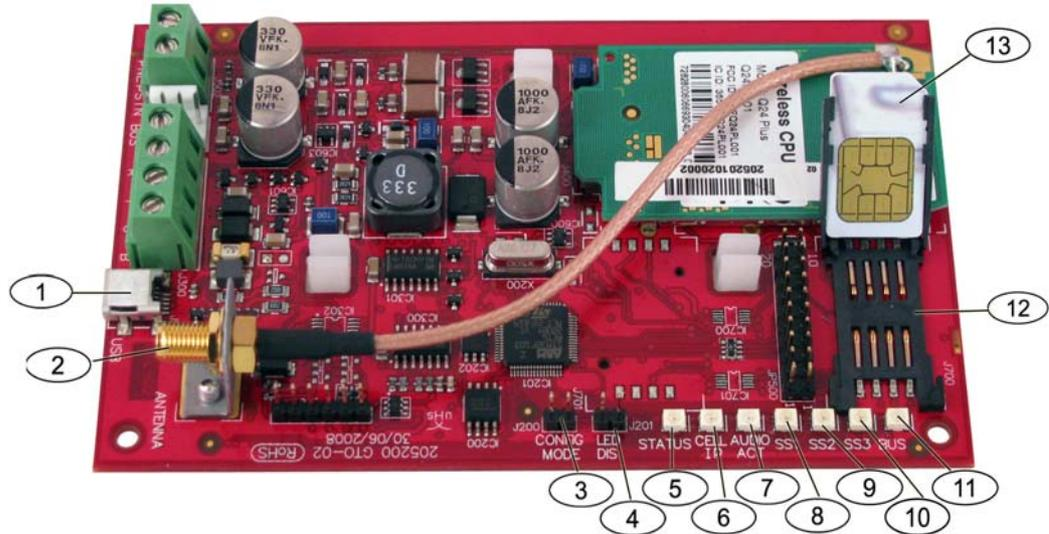

Figura 9.1 Comunicador ITS-DX4020-G
1. Asegúrese de que la ficha puente suministrada está cubriendo las clavijas CONFIG. Consulte *Figura 9.1, Página 76, Leyenda 3*.